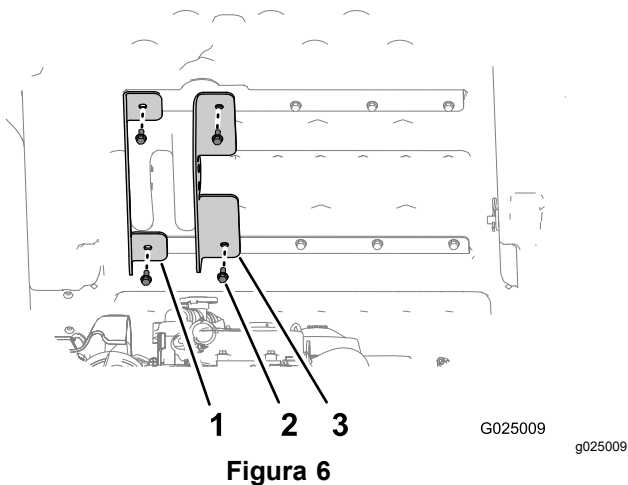

Figura 6
3. Alinhe o suporte de elevação exterior (o suporte com as flanges curtas) com os orifícios exteriores das travessas superior e inferior da plataforma (Figura 6).
4. Prenda o suporte de elevação exterior à plataforma utilizando 2 parafusos que removeu no passo 1, e aperte os parafusos com a mão (Figura 6).
5. Alinhe o suporte de elevação interior (o suporte com as flanges compridas) com os orifícios interiores das travessas superior e inferior da plataforma (Figura 6).
6. Prenda o suporte de elevação interior à plataforma utilizando 2 parafusos que removeu no passo 2, e aperte os parafusos com a mão (Figura 6).
8. Aperte os 4 parafusos (5/16 x ¾ pol.) que prendem os suportes de elevação interior e exterior à plataforma (Figura 6) com 15 a 16,6 N·m.